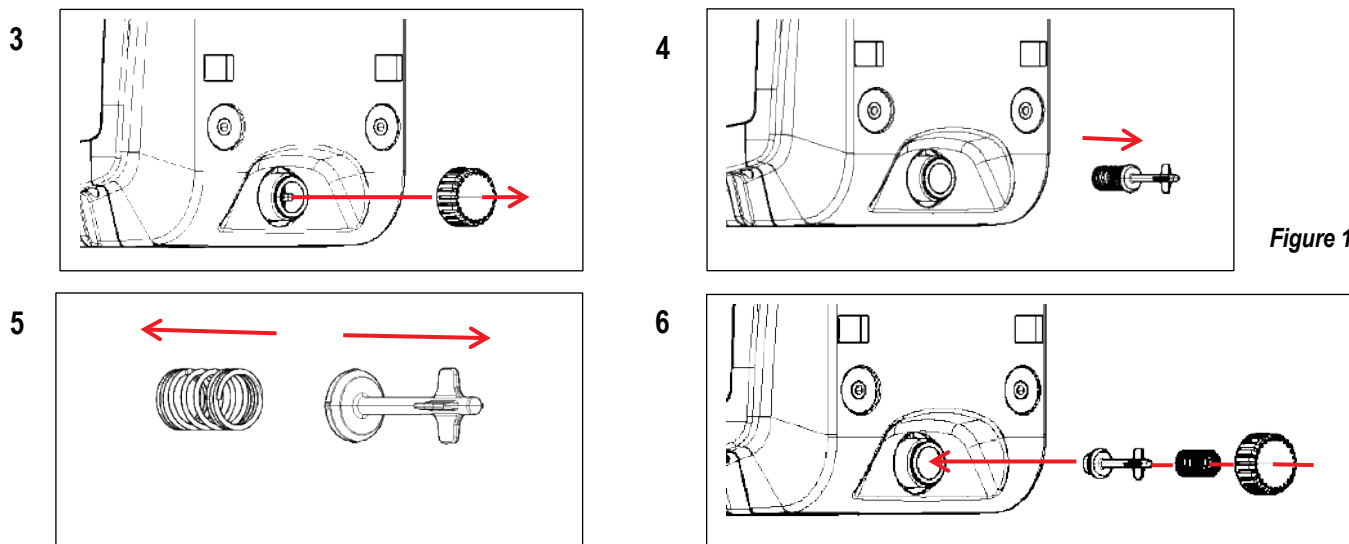

Figure 17
3. retirer le bouchon d'écoulement en veillant à ne pas faire tomber le joint torique (Fig. 17) ;